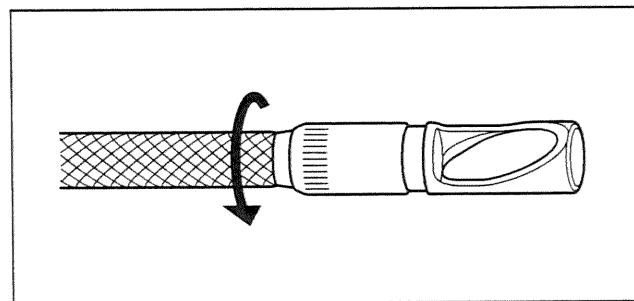

図 3.14
3. 第1ねじ部通過後、側視ミラーアダプター本体を軽く押し込みながら回し、スコープ先端の側視ミラーアダプター固定溝に側視ミラーアダプター内側のツメが噛み合って回転が止まる位置になっていることを確認します（図 3.14 参照）。